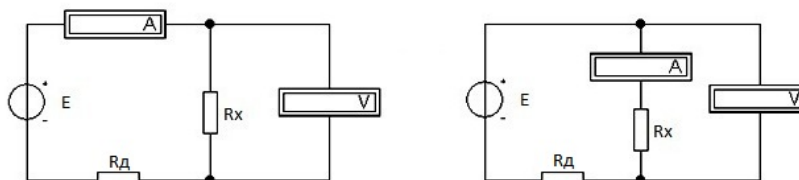

Рис. 2.1 Схемы электрической цепи метода амперметра-вольтметра
- 2.2. Собрать электрические схемы рис. 2.1